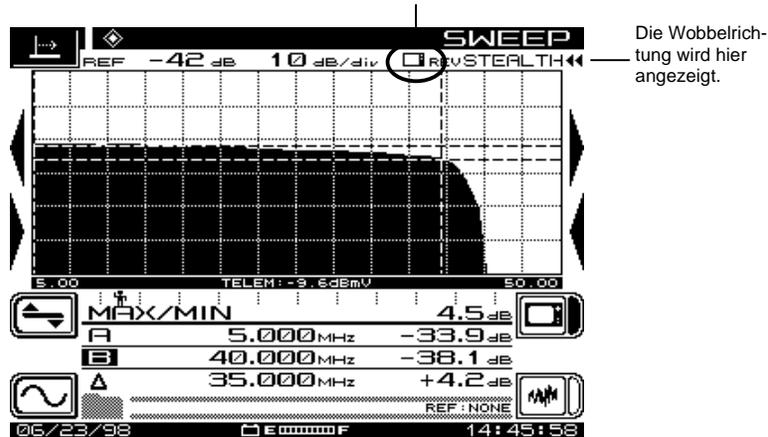

Abb. 4–15 Bildschirm „Reverse SWEEP“ (Rückwärts-Wobbeln)
**HINWEIS:** Viele der Symbole und anderen Anzeigefunktionen des Bildschirms „Reverse SWEEP“ (Rückwärts-Wobbeln) sind mit denen in Abb. 4–10 identisch.
Das kleine Symbol in der oberen rechten Ecke des Graphen beachten. Dieses Symbol zeigt an, ob das Gerät für Wobbeln oder Rauschen aktiviert ist. (Abb. 4–18 zeigt einen Bildschirm, der für Rauschen aktiviert ist.)